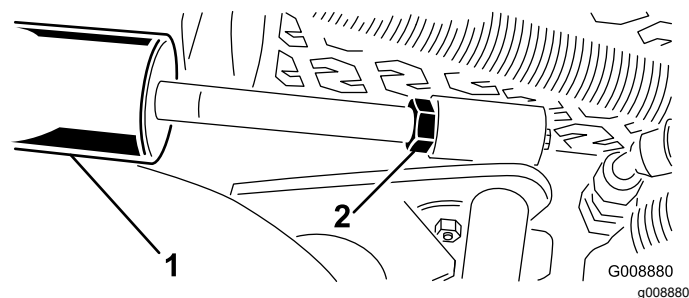

図 29
- A. カッティングユニットを降下させ、シリンダについているジャムナットを戻す 図 29。